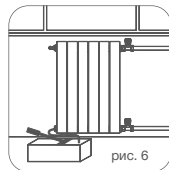

рис. 6
- 8.5. По завершению монтажных работ выполнить испытания систем отопления в соответствии с требованиями СП 73.13330.2016 «Внутренние санитарно-технические системы зданий». Гидростатическое испытание водных систем и приборов отопления должно проводиться под давлением, в 1,5 раза превышающем рабочее давление (пример рис. 6). По факту проведения испытаний составляется акт ввода системы и приборов в эксплуатацию в установленном форме.